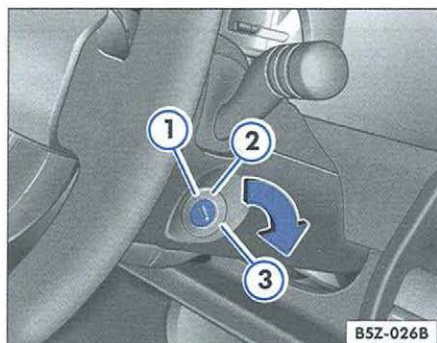

Fig. 105 Posiciones de la llave de encendido
En esta posición ⇒ fig. 105 ①, el motor y el encendido están desconectados.
En esta posición ⇒ fig. 105 ②, las luces indicadoras son encendidas y las velas incandescentes del motor se calientan.
En esta posición ⇒ fig. 105 ③, se da el arranque en el motor, siendo desconectados temporalmente los mayores consumidores eléctricos.
- Gire la llave hasta la posición  ⇒ página 124 ⇒ página 124, fig. 105  para dar arranque en el motor.
- Gire la llave de ignición para la posición ② ⇒ página 124, fig. 105 - mientras se calientan las velas incandescentes del motor, se enciende lo testigo de control ⚡.
- Cuando lo testigo de control se apaga, gire la llave de ignición para la posición ③ para arrancar el motor, sin acelerar.
- Gire la llave del encendido para la posición $\Rightarrow$ página 124, fig. 105 ①.